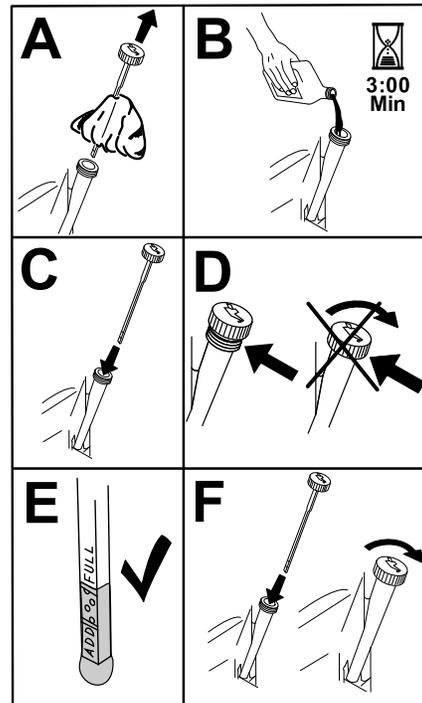

図 41
5. 所定量の 80% 程度のオイルをゆっくり入れ、そこから、残りの量を注意深く足して FULL マークまで入れる 図 41。